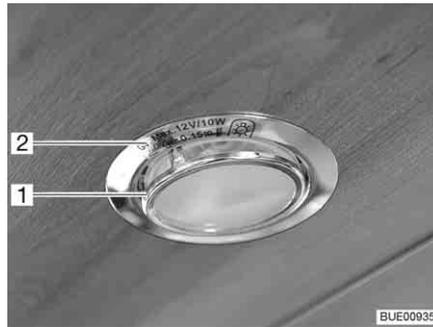

Fig. 271 Lampe halogène encastrée (plate)
Lampe halogène encastrée (Fig. 271,2) est incorporée dans le cache.
- Soulever la bague de recouvrement intérieure avec le panneau en verre (Fig. 271,1) à l'aide d'un outil approprié (par ex. tournevis) et la sortir du boîtier.